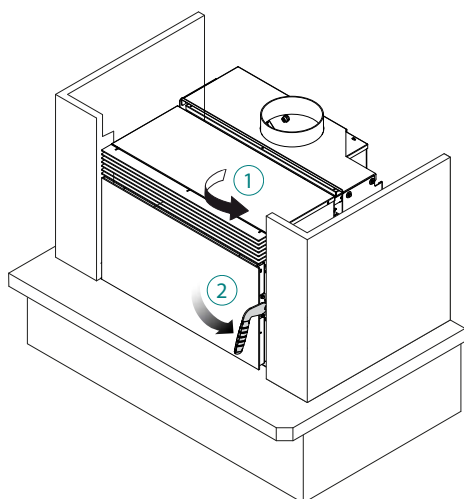

Abb. 6.1.14
- 14) Schließen Sie die Tür (Abb. 6.1.14)